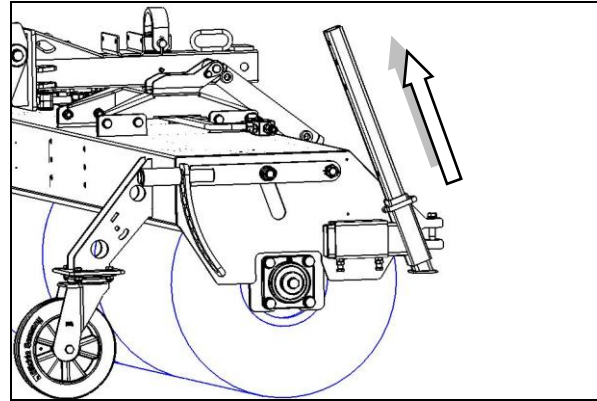

Fig. 4.12
- Bei freikehrender Kehrmaschine Plus 590 die beiden Abstellstützen (Fig. 4.12) nach oben versetzen und mit dem Absteckbolzen sichern.